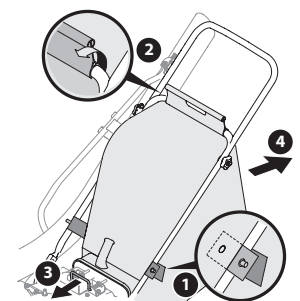

Figure 10
2. Décrochez l'attache du sac du guidon inférieur. Voir Figure 10.